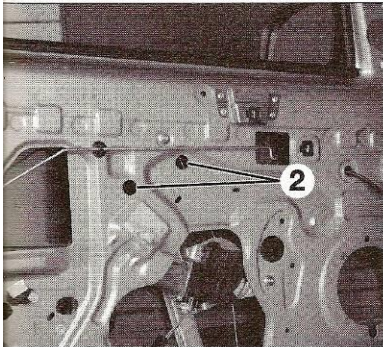

Fig. 58
• Ne resserrer les vis (1) de fixation (Fig.56) de la vitre sur le mécanisme qu'une fois la vitre monter à fond par les orifices (2) (Fig.58).